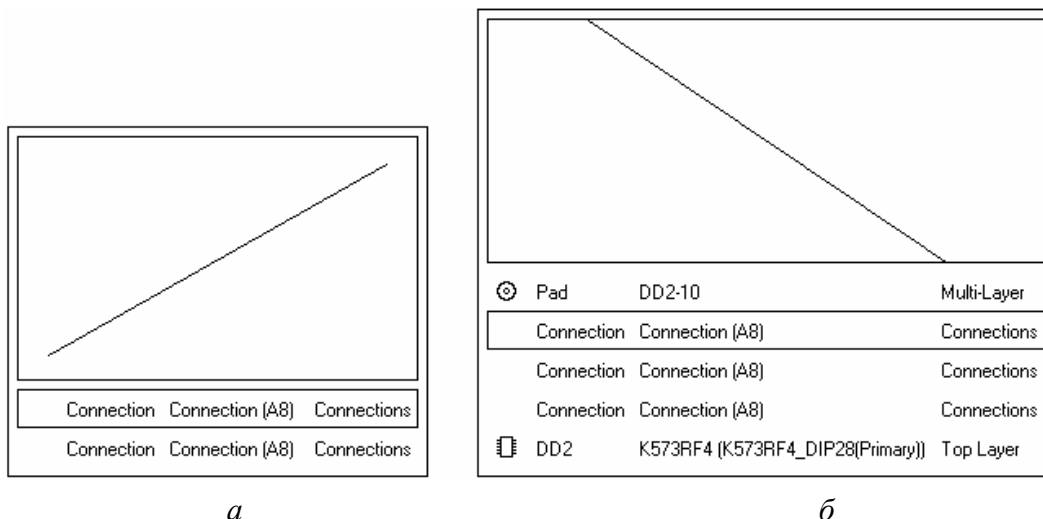

Рис. 7.26
- Connection – трассировка связи, соединяющей контакты двух компонентов (остальные участки цепи не трассируются). При указании курсором на контакт, от которого связь уходит в одну сторону, трассировка выполняется автоматически по щелчку левой клавиши мыши. При указании курсором контакта, от которого связь расходится в разные стороны, открывается диалоговое окно, в котором приводится перечень сегментов выбранной связи и графическая иллюстрация их расположения на плате (рис. 7.26, а);
конечный контакт, принадлежащий данной цепи. В случае указания на контакт, от которого линии связи расходятся в разные стороны, активизируется диалоговое окно, рис. 7.26, б, в котором надлежит выбрать один из сегментов электрической связи, образующей цепь. Цепь разводится целиком;